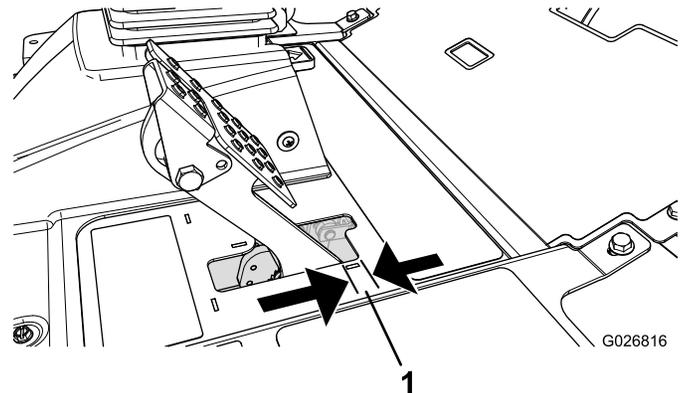

Рисунок 65
Тормоза необходимо отрегулировать, если свободный ход (Рисунок 65) педали тормоза превышает 2,5 см или требуется большее усилие нажатия для торможения. Свободный ход — это расстояние перемещения педали тормоза до ощущения тормозного сопротивления.
2. Затяните заднюю гайку, чтобы переместить трос назад так, чтобы свободный ход педалей тормоза составил от 0,63 до 1,27 см (Рисунок 65) до момента фиксации колес.